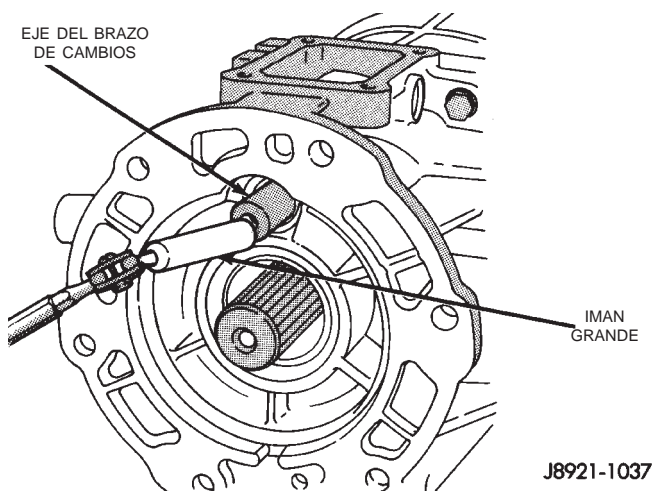

Fig. 26 Desmontaje del eje del cambiador
(13) Retire el eje del cambiador con un imán grande (Fig. 26).
(14) Retire el brazo de cambios de la cubierta del adaptador.